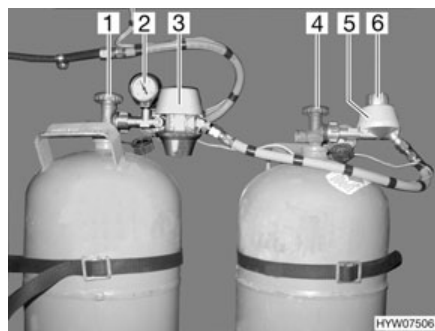
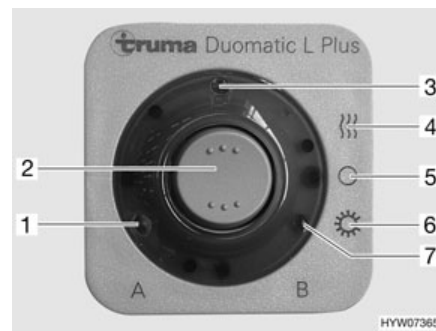

Fig. 153 Dispositif de commutation Duomatic
Fig. 154 Unité de commande
Le dispositif de commutation Duomatic consiste en un régulateur central (Fig. 153,3) et un régulateur de commutation (Fig. 153,5). Un bouton rotatif (Fig. 153,6) situé sur le régulateur de commutation permet de définir laquelle des bouteilles de gaz est celle de service et laquelle est celle de réserve.
Le manomètre (Fig. 153,2) du régulateur central affiche la pression dans la bouteille de gaz et non pas le niveau de remplissage de la bouteille. Le manomètre permet de contrôler l'étanchéité de la bouteille de gaz.
Seules les fonctions électriques peuvent être activées sur l'unité de commande (Fig. 154). Les robinets principaux des bouteilles de gaz (Fig. 153,1 et 4) doivent être ouverts manuellement.
- Ouvrir les robinets principaux des bouteilles de gaz (Fig. 153,1 et 4).
- Choisir la bouteille de gaz avec le bouton rotatif (Fig. 153,6) situé sur le régulateur de commutation (Fig. 153,5) à partir de laquelle le gaz sera utilisé principalement (bouteille de service).
Lorsque le bouton rotatif se situe dans le domaine rouge, le gaz est prélevé prioritairement à partir de la bouteille de gaz équipée du régulateur central (Fig. 153,3).
Lorsque le bouton rotatif se situe dans le domaine vert, le gaz est prélevé prioritairement à partir de la bouteille de gaz équipée du régulateur de commutation (Fig. 153,5).
- Mettre en marche le dispositif de commutation Duomatic sur l'unité de commande (Fig. 154).
Pour ce faire, régler le commutateur à bascule (Fig. 154,2) sur régime hiver "Marche et chauffage" (Fig. 154,4) ou bien sur régime été "Marche" (Fig. 154,6). Les deux régulateurs de pression du gaz sont maintenant désaérés. Le voyant de contrôle (Fig. 154,3) s'allume.
- Mettre le commutateur à bascule (Fig. 154,2) sur "O" (Fig. 154,5). Le voyant de contrôle (Fig. 154,3) s'éteint.
- Fermer les robinets principaux des bouteilles de gaz (Fig. 153,1 et 4).
- Affichage à distance** Les voyants de contrôle de l'unité de commande (Fig. 154) signalisent à l'intérieur du véhicule si les bouteilles de gaz sont en état de marche.
- Voyant de contrôle "A" (Fig. 154,1) : Bouteille de gaz raccordée au régulateur central
- Voyant de contrôle "B" (Fig. 154,7) : Bouteille de gaz raccordée au régulateur de commutation